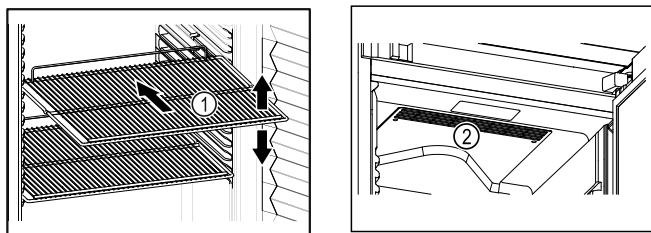

Fig. 61 Representación a modo de ejemplo Fig. 62
- Si los estantes de rejilla Fig. 61 (1) se pueden colocar en distintas posiciones, ajustarlos en altura.